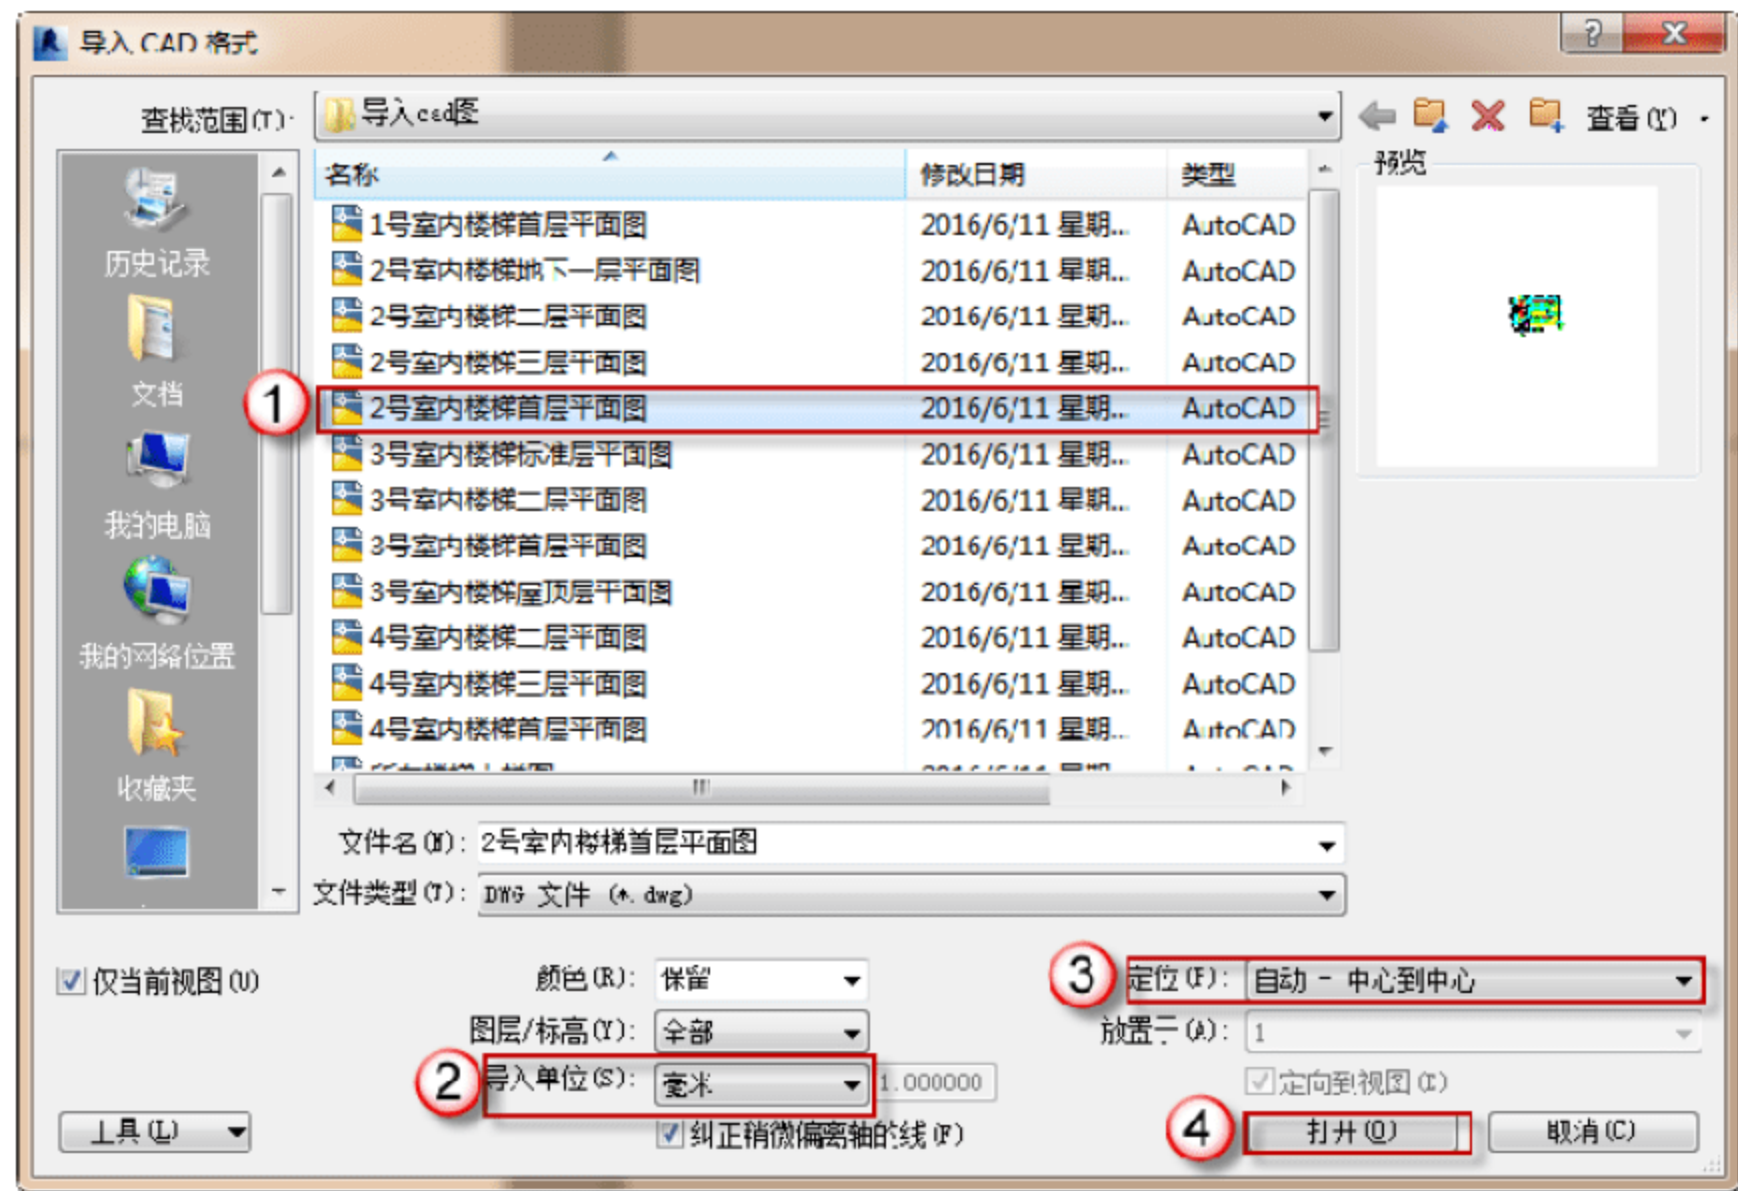

图 11.2.38 插入 2 号室内楼梯首层 CAD 图
(5) 导入“2 号室内楼梯首层平面图”CAD 底图。选择“插入”→“导入 CAD”命令，选择配套资源中的“2 号室内楼梯首层平面图”文件，将“导入单位”设置为“毫米”，将“定位”设置为“自动-中心到中心”，然后单击“打开”按钮，如图 11.2.38 所示。